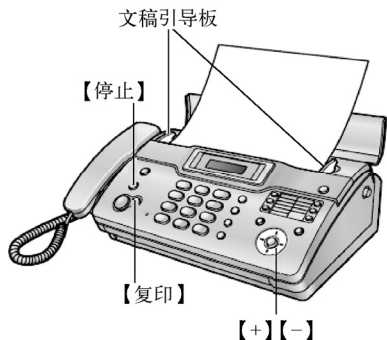

图 3-19 传真机的复印操作
（1）打开送稿盘，然后将文稿引导板（②）的宽度调节至配合文稿的实际尺寸，如图 3-19 所示。